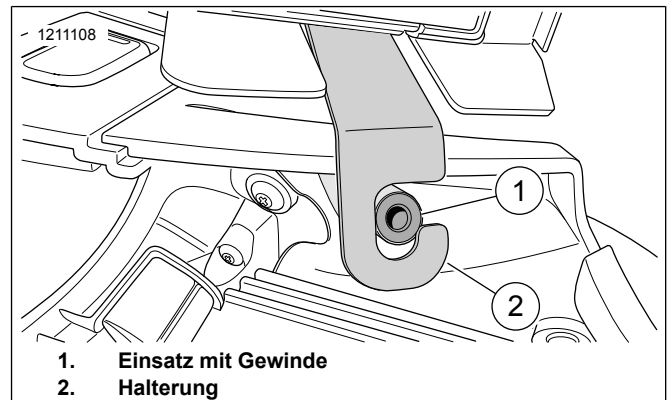

Abbildung 7. Halterung und Gewindeeinsatz (linke Seite abgebildet, rechte Seite ähnlich)
9. Siehe Abbildung 7. Sicherstellen, dass die Befestigungshalterungen (2) vollständig um den Gewindeeinsatz (1) sitzen.